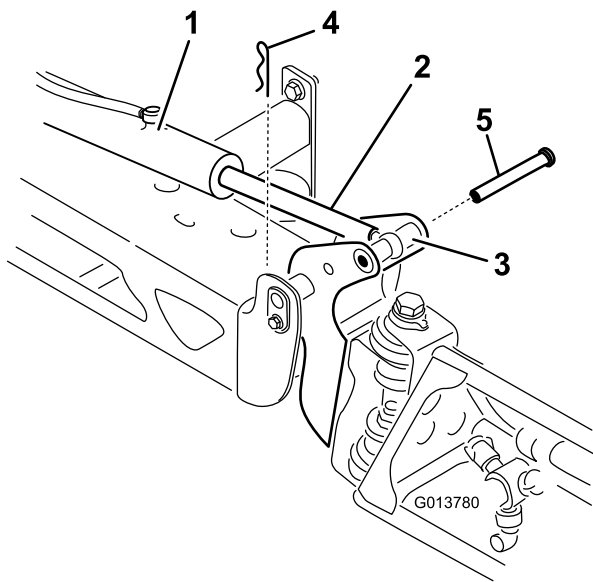

Bild 63
2. Nehmen Sie den Splint vom Lagerbolzen ab (Bild 63).
3. Heben Sie den Ausleger an und nehmen Sie den Stift ab (Bild 63). Senken Sie den Ausleger langsam auf den Boden ab.
8. Heben Sie den Ausleger an, um das Scharnier mit der Aktuatorstange auszurichten. Halten Sie den Ausleger fest und stecken Sie den Stift durch das Scharnier des Auslegers und die Aktuatorstange (Bild 63).